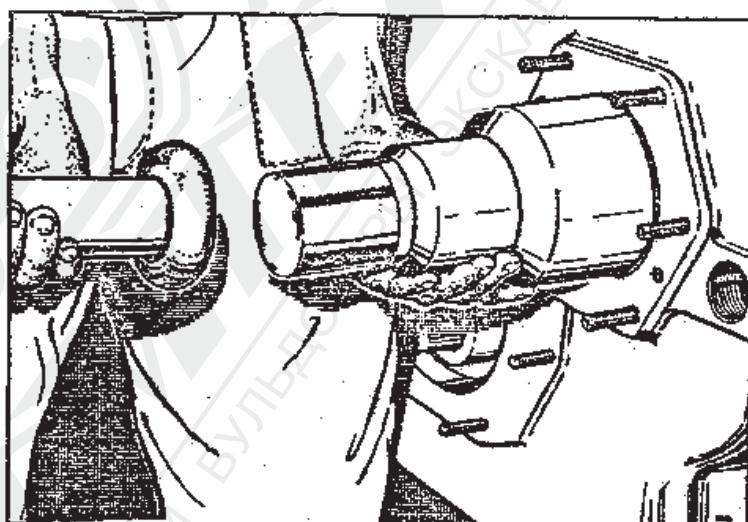

Рис. 2-49. Вдавливание оправки в отверстие коробки скоростей до упора.
1. Смазать поверхность прилегания оправки подшипника 32 и гнезда коробки скоростей /оправка входит в состав узла корпуса коробки скоростей, потому её нет в спецификации к рис. 2-18, см. разрез коробки скоростей или рис. 2-49/
2. Заложить подкладку и вдавить оправку в отверстие коробки скоростей до упора /рис. 2-49/.